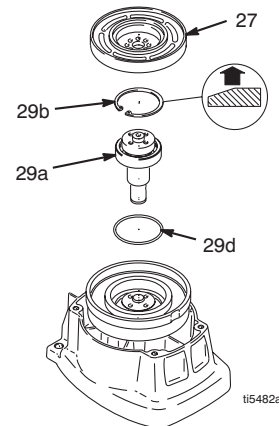

FIG. 6
6. FIG. 6. Afmonter holderingen (29b).
7. FIG. 6. Bank tanddrivakslen (29a) i med en plasthammer.